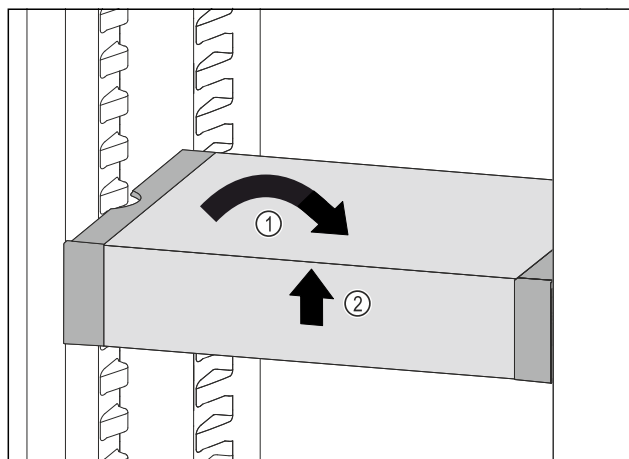

Fig. 195
- ▶ 将 VarioSafe 放平。Fig. 195 (1)
- ▶ 抬起 VarioSafe 前部。Fig. 195 (2)